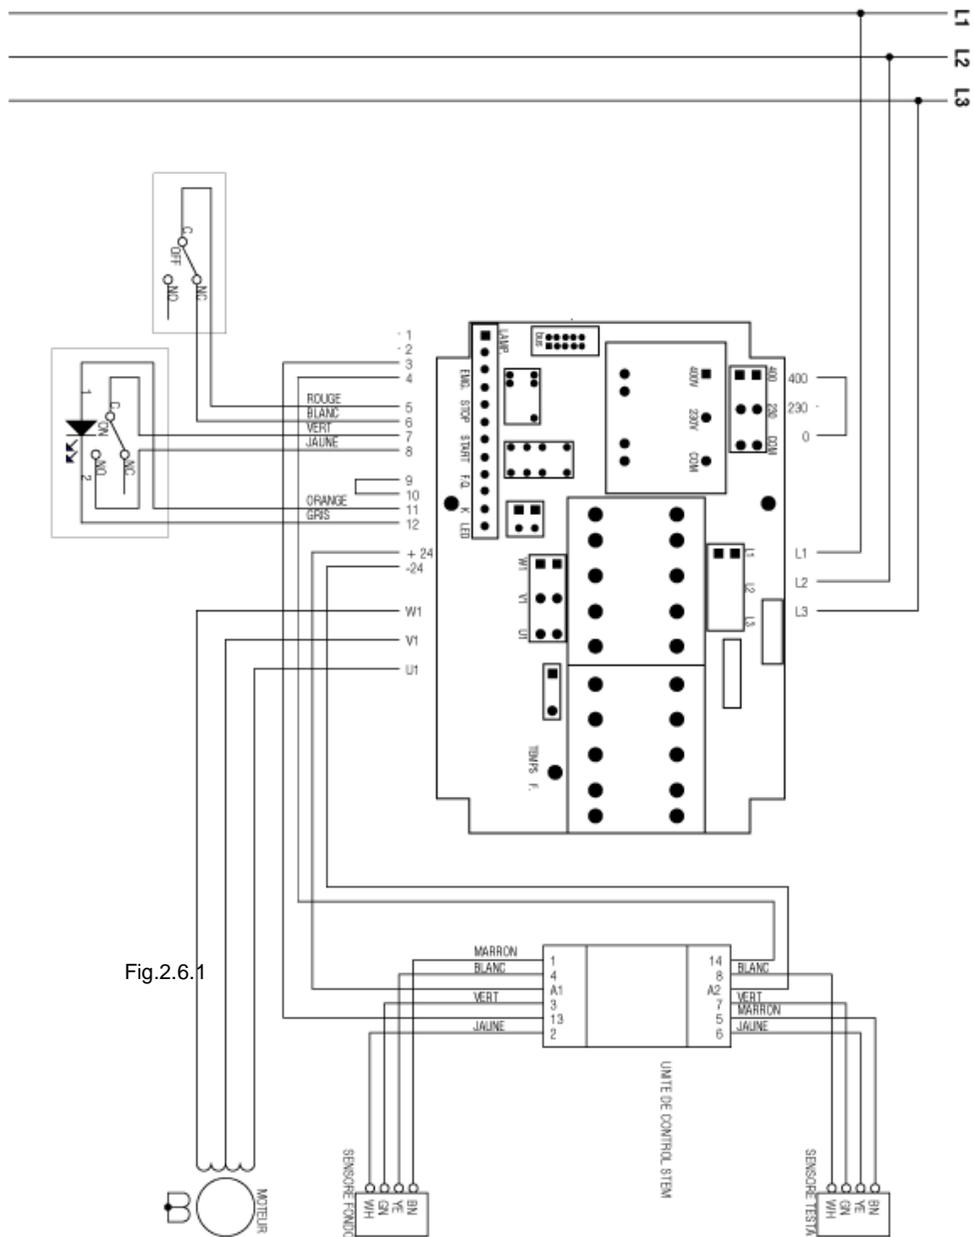

Fig.2.6.1
2.6.1 - Schéma électrique triphasé à 400V (Fig. 2.6.1)